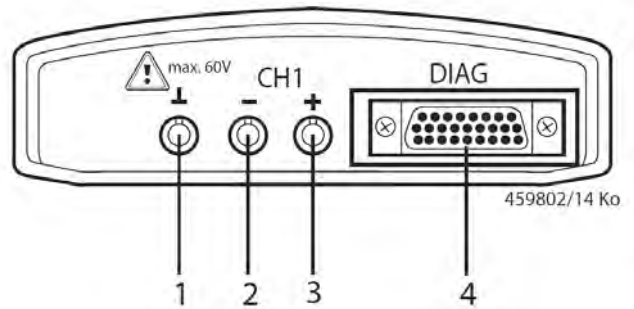
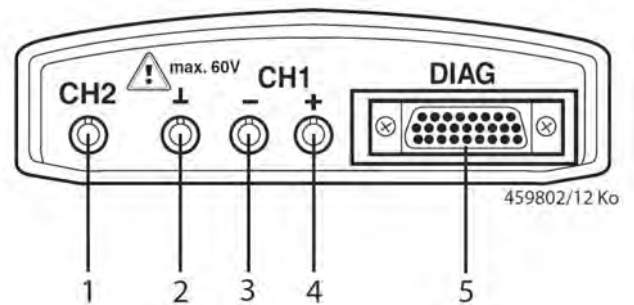

Fig.1: Diagnosezijde/Meetzijde (KTS 515/530/540)
Fig.2: Diagnosezijde/Meetzijde (KTS 570)
- Wanneer geen diagnosekabel aangesloten is, voor de U-, R- of I-metingen een massa-verbinding van de KTS-module (Fig.1, pos.1 of fig.2, pos. 2) met de bijgeleverde massakabel naar voertuigmassa maken!